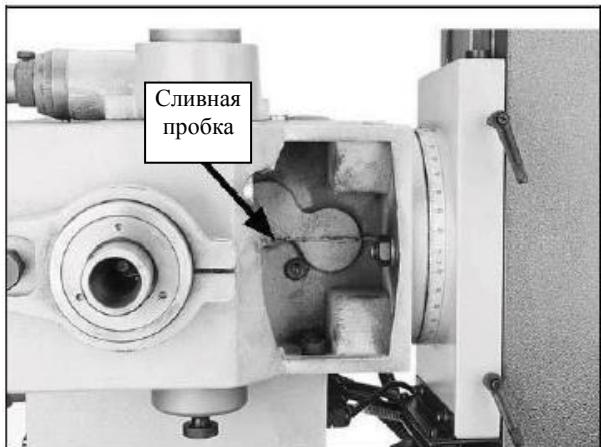

Рисунок 27. Сливная пробка шпиндельной бабки (для ясности шпиндельная бабка наклонена под углом 90°).
5. Снимите сливную пробку (см. Рисунок 27) снизу шпиндельной бабки. Полностью слейте масло в поддон.